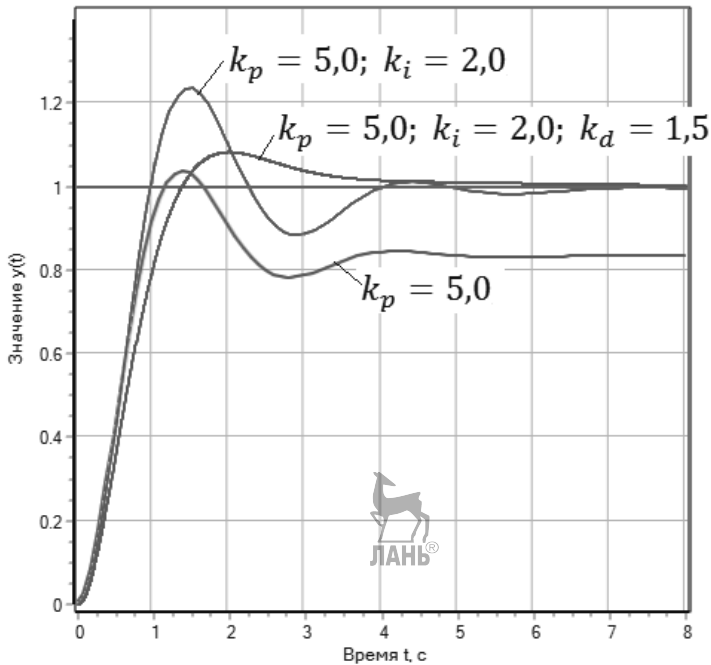

Рис. 1.26. Результаты моделирования регуляторов
Результаты моделирования регуляторов представлены на рис. 1.26. В качестве объекта управления выбрано колебательное звено с параметрами: $k=1$; $T=1$; $b=1$. Путем замыкания и размыкания ключей 9; 12 моделировались различные типы регуляторов: П; ПИ; ПИД-регуляторы. Значения коэффициентов регуляторов показаны на графике. Из графика следует, что П-регулятор дает статическую ошибку, ПИ-регулятор статическую ошибку убирает, но увеличиваются колебательные характеристики выходного сигнала, в том числе, увеличивается перерегулирование выходного сигнала. Наилучшие результаты показывает ПИД-регулятор, у которого нет статической ошибки и который дает наименьшее перерегулирование.
11. Повторить в программе SimInTech схему на рис. 1.21 и получить графики, аналогичные рис. 1.26.